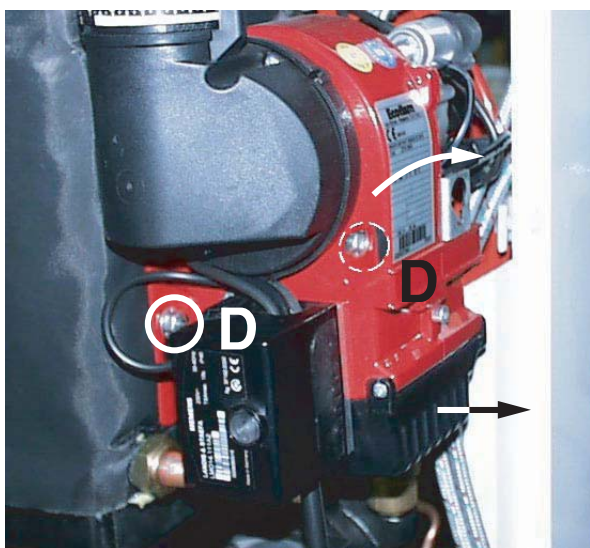

fig. 13.1-2
- allentare i dadi di fissaggio D, ruotare il bruciatore in senso orario ed estrarlo (fig. 13.1-2)